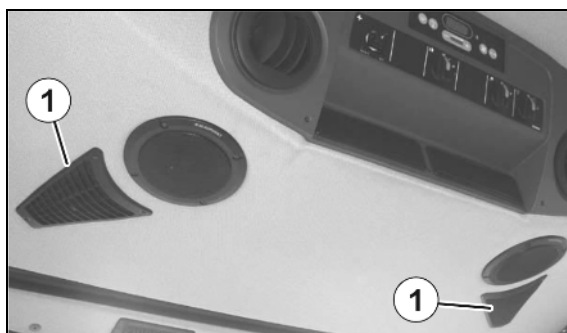

Fig. 186
1. Îndepărtați capacul (Fig. 186/1) de la carcasă (Fig. 186/3).
2. Înlocuiți filtrul de retur (Fig. 186/2).